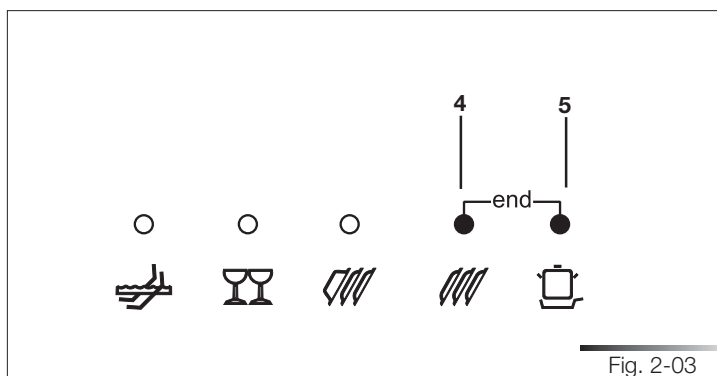

Fig. 2-03
Pour annuler le programme en cours, maintenir la touche **marche/pause** (réf. 2 fig. 2-02) appuyée jusqu'à ce que le programme s'interrompe (voyant allumé et bip de confirmation). Appuyer de nouveau sur la touche **marche/pause** (réf. 2 fig. 2-02) et la maintenir appuyée jusqu'à ce que les voyants du quatrième et du cinquième programme s'allument (réf. pr. 4, pr. 5 fig. 2-03, indiqués avec "end").
- appuyer sur la touche **marche/pause** (réf. 2 fig. 2-02) pendant quelques secondes jusqu'à ce que les voyants du quatrième et du cinquième programme s'allument (réf. pr. 4, pr. 5 fig. 2-03, indiqués avec " end " ) ;